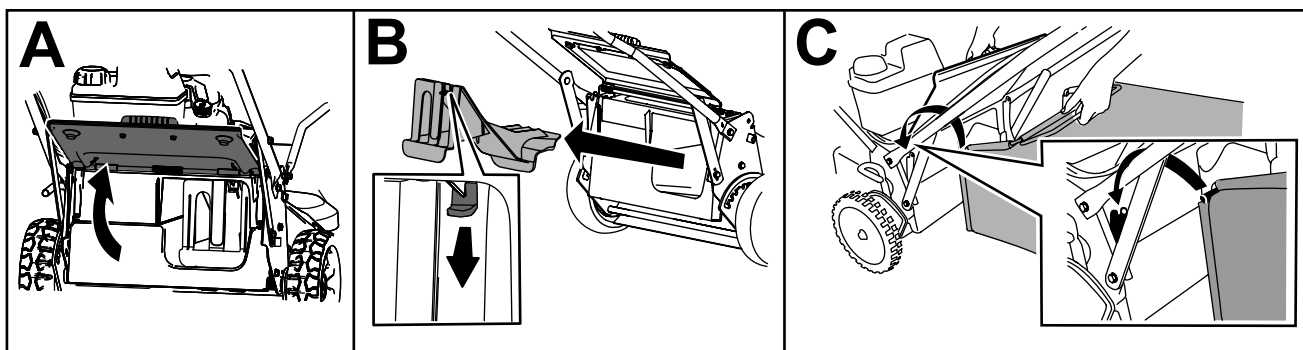

Рисунок 21
1. Поднимите и удерживайте в поднятом положении задний отражатель (вид А на Рисунок 21).
2. Снимите заднюю выпускную заглушку, нажав на защелку большим пальцем и вытянув заглушку из машины (вид В на Рисунок 21).
3. Вставьте штангу мешка в выемки в основании рукоятки и покачайте мешок вперед-назад, чтобы убедиться в том, что штанга находится в нижней части обеих выемок (вид С на Рисунок 21).